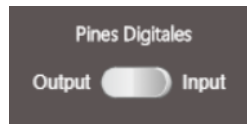

Figura 5.7: Pin de salida
- Ubicar el bloque de *Pines digitales* (Figura 5.7); asegurar que esté activada la opción de pin de salida (*Output*).